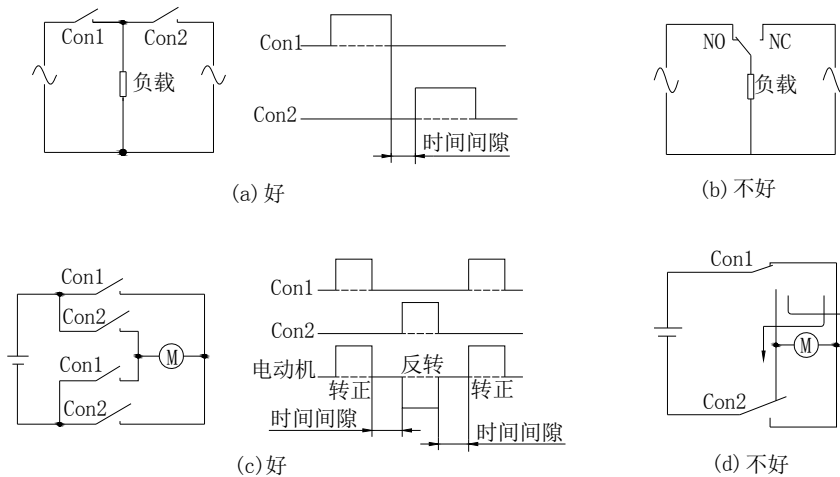

图 4
在电路中，应考虑以几点（参见图 4）：
- 1) 一般继电器的触点间隙都比较小，应考虑到可能由于触点间电弧引起短路的情况。请不要使用图 4 (b) 的电路。推荐使用图 4 (a) 所示电路，并在触点 Con1 和 Con2 动作之间设定一定的间隔时间。
- 3) 注意不要使用图 4 (d) 所示的用两组转换触点构成电动机正、逆转电路。推荐使用图 4 (c) 所示电路，并在触点 Con1 和 Con2 动作之间设定一定的间隔时间。